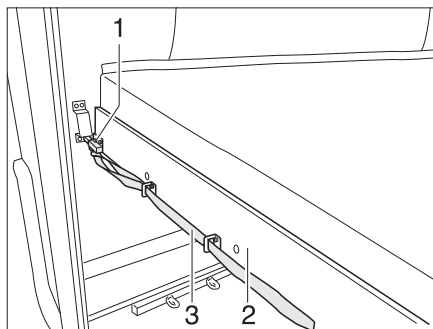

Bild 123 Våningssäng (bak)
- Dra i bandet (Bild 123,3) och lossa spärren (Bild 123,1).
- Dra fram ribbotten (Bild 123,2) med madrassen så att den hakar i.